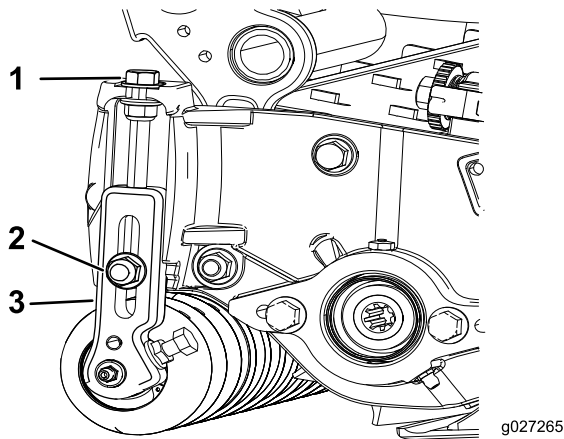

Bild 15
1. Lösen Sie die Sicherungsmuttern, mit denen die Schnitthöhenhalterungen an den Seitenplatten der Schneideinheit befestigt sind (Bild 15).